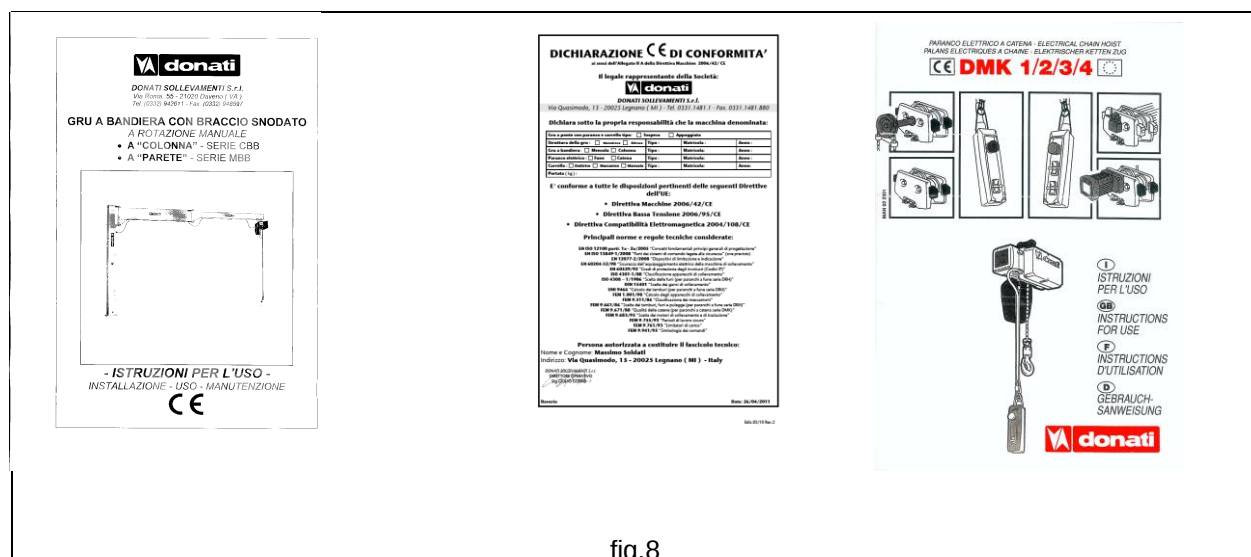

fig.8
- La documentazione tecnico/legale in dotazione alla gru a bandiera comprende ( fig. 8 ) :